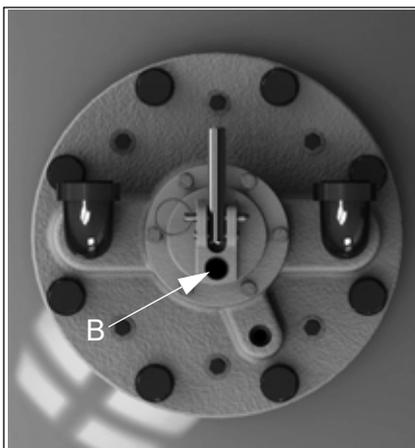

Fig. 9 : Raccordement de la conduite de commande à la tête de déclenchement
- Insérer la conduite d'air de commande du tir dans le raccord de commande B (Fig. 9).